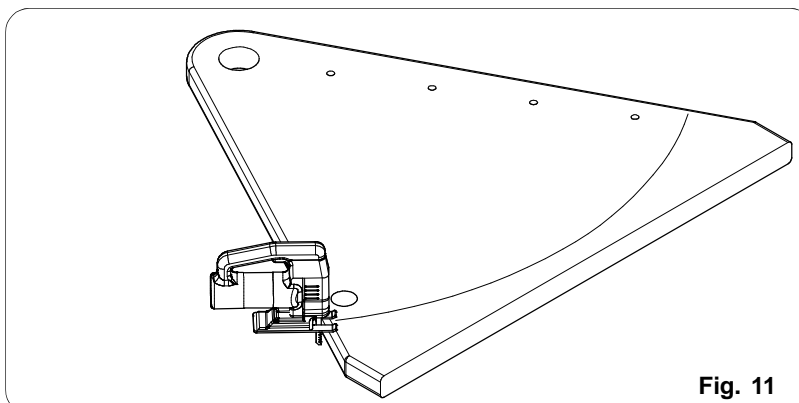

Fig. 11
- Couper la marche en suivant la trace faite précédemment en utilisant une scie alternative électrique ou un autre outil de coupe. (Fig.11)